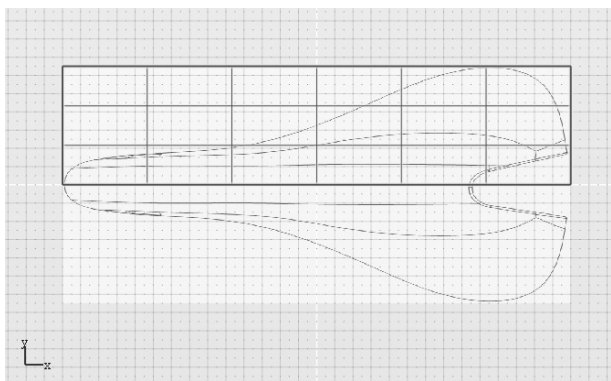

图 7-57 绘制多边平面并设定细分参数
2) 选择“多边平面”工具, 在顶视图中, 创建一个平面, 如图 7-57 所示, 该平面需覆盖车座图片的一半, 另外一半随后使用镜像操作完成。并且在控制面板中, 设定 L 方向细分为 6, W 方向细分为 3。